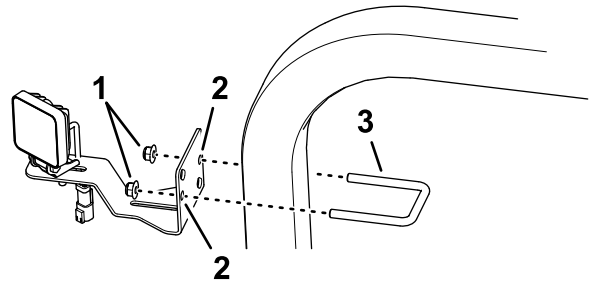

图 6
- 如图 6 所示用 U 形螺栓 $\frac{3}{8}$ x 2-7/16 x 2-13/16 英寸和凸缘锁紧螺母将 LED 灯和支架安装到 ROPS 管上。